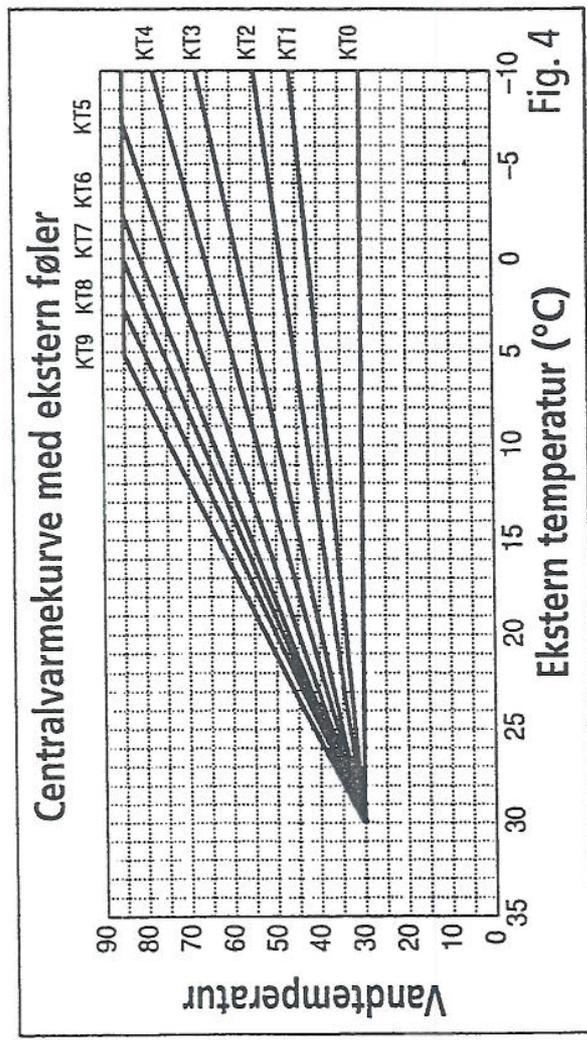

Fig. 4
- Fig. 4 viser de forskellige mulige Kt kurver.